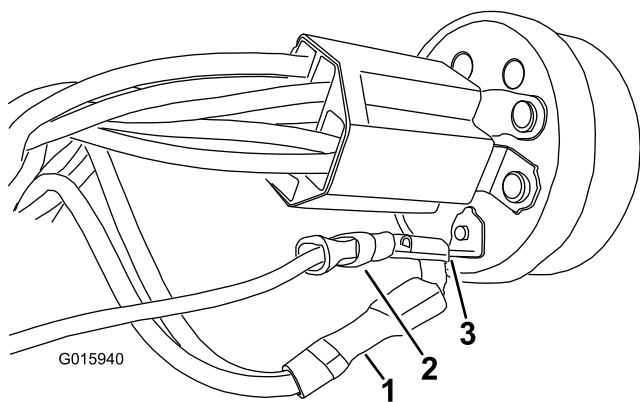
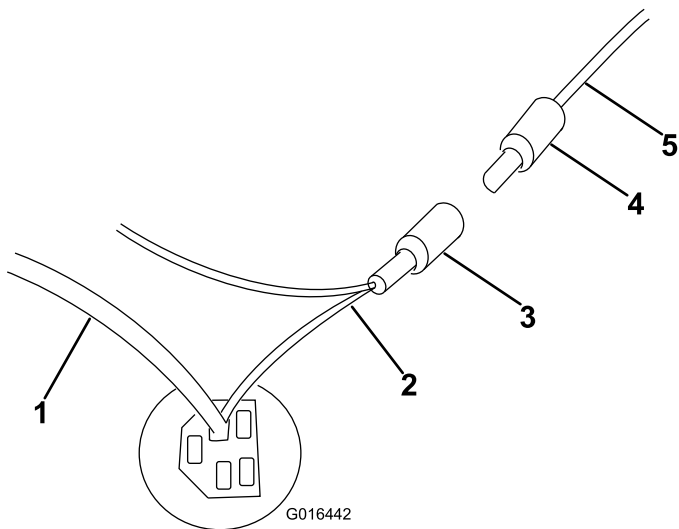

Figura 14
Figura 15
- Si el interruptor de encendido tiene 6 terminales (Figura 14), vaya al paso 9. Si el interruptor de encendido tiene 5 terminales (Figura 15), vaya al paso 10.
9. Crimpe un conector macho-hembra en el cable rojo del arnés del alumbrado. Retire el conector simple del interruptor de encendido. Conecte el terminal macho-hembra en esta posición, luego vuelva a conectar el terminal que retiró al terminal macho-hembra (Figura 14).
10. Corte el cable rosa fino por la mitad, retire el aislamiento y conéctelo al terminal bala hembra de color azul. Luego crimpe el terminal bala macho al cable rojo del arnés del alumbrado y conéctelo al interruptor de encendido en la posición indicada en Figura 15.